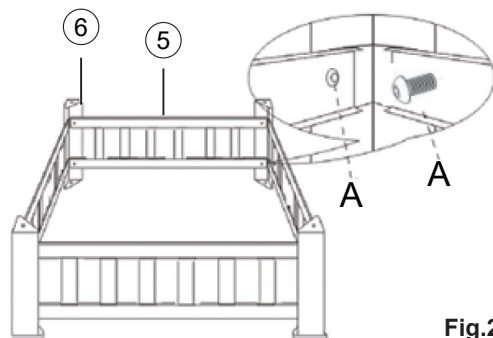

Fig.2
Fije los soportes de marco (5) a las patas (6) utilizando los pernos (A). ¡Apriete a mano! (Vea Fig.2).